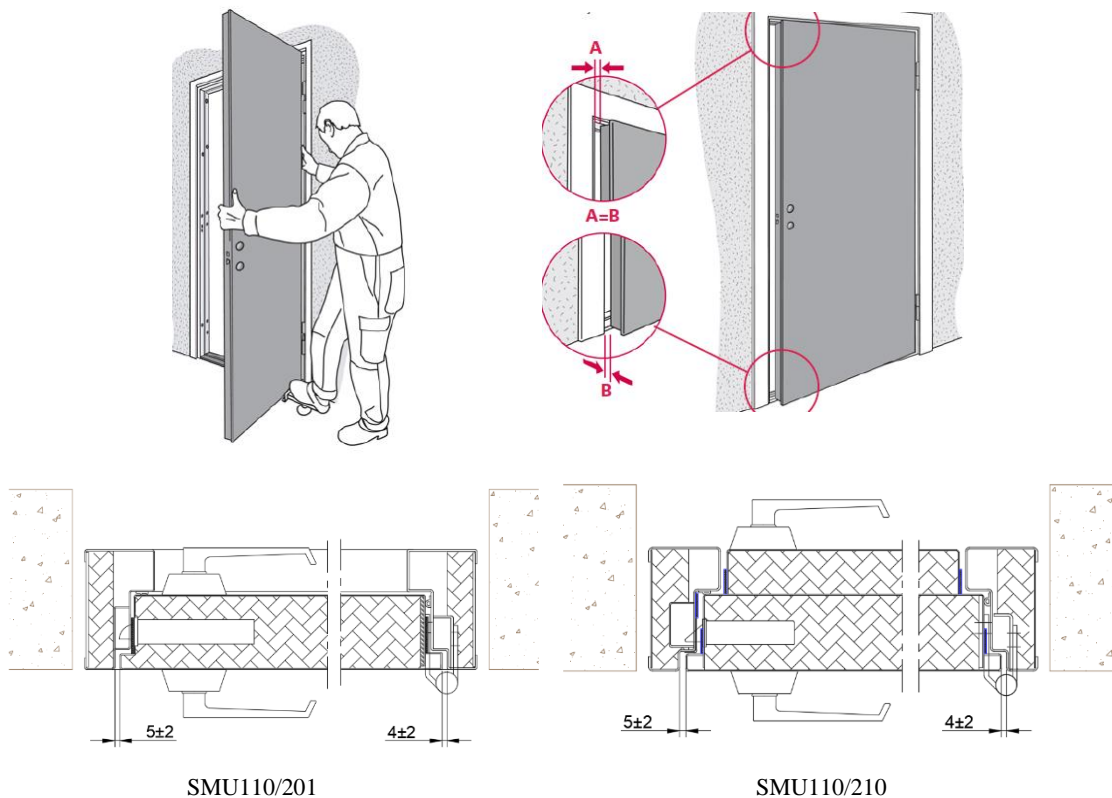

**Figur 1** – skema for tilbehør SMU101/201
13) Fastgør dørbeslagene 1, 2 og 3 (se figur 1, 2 og 3), så tærsklen (hvis der er den) og karmen på siden af hængslerne er vandret. Se figur 9.
- 19) Monter fastgørelseselement 4 (se figur 1, 2 og 3).